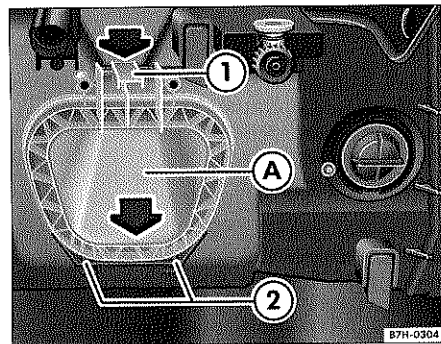

Fig. 33 Faro derecho, visto desde el vano motor: desmontaje de la cubierta de las luces de cruce y de carretera
– Presione sobre la lengüeta de plástico ⇒ fig. 33 ① y retire la cubierta (A) en dirección de la flecha.